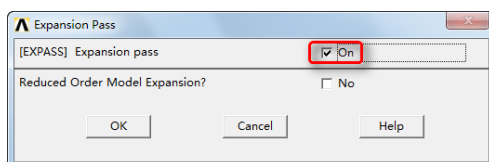

图 15-32 Expansion Pass 对话框
① 激活扩展过程：Main Menu > Solution > Analysis Type > ExpansionPass，弹出“Expansion Pass”对话框，如图 15-32 所示，单击“[EXPASS] Expansion pass”后面使其显示为“On”，单击“OK”按钮。